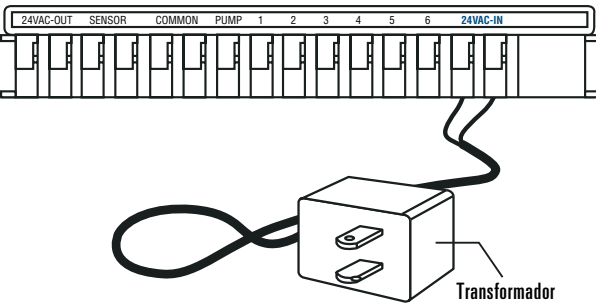

Ilustración 25: Conexión del transformador
- Sin la tapa, busque los dos orificios terminales marcados como “24VAC IN”. [Ilustración 25]